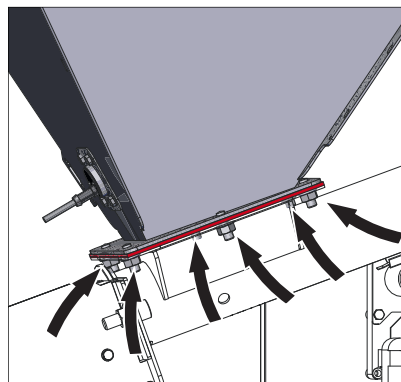

Fig. 41 6 Stk. Mutter M8 festschrauben
- 6 Stk. Flanschmutter M8 bei Vorratsbehälter/Flanschplatte festziehen – Fig. 41.